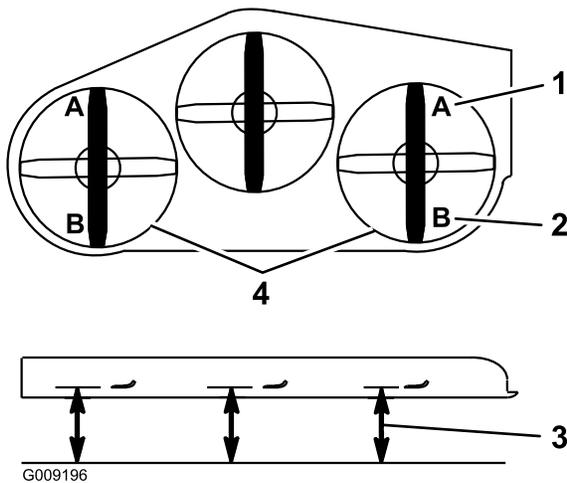

Figura 86
- 9. En ambos lados de la plataforma, mida desde la superficie nivelada hasta la punta delantera de la cuchilla (Posición A). La medida debe ser de 7,6 mm (3 pulg.) (Figura 86).
15. En ambos lados de la plataforma, mida desde la superficie nivelada hasta la punta trasera de la cuchilla (Posición B). La medida debe ser de 8,3 mm (3-1/4 pulg.) (Figura 86).